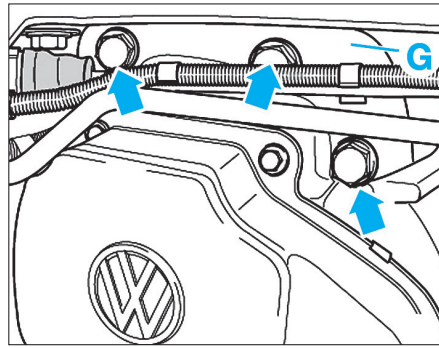

FIG. 19
- la console de boîte de vitesses (G) (Fig.19),